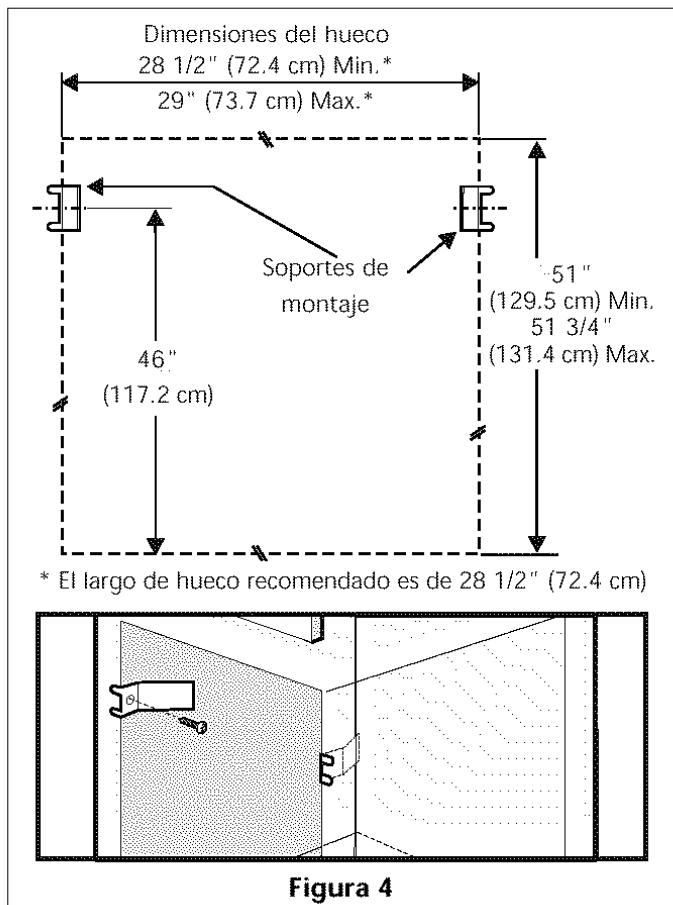

Figura 4
- Instale la abrazadera de montaje como en la figura 4. Nota: Para prevenir cualquier tipo de daño al gabinete es recomendable perforar agujeros con un diámetro de 1/16" (0,16cm) antes de instalar los soportes de montaje.